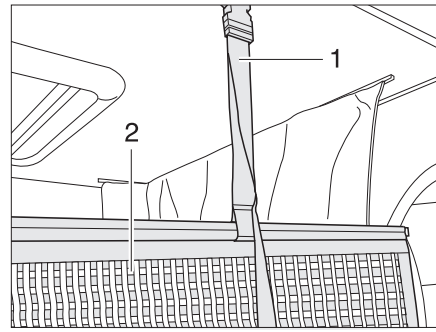

Fig. 138 Fixation filet de sécurité
Le filet de sécurité (Fig. 138,2) et les sangles de retenue sont rangés sous le matelas. Ne tendre le filet de sécurité qu'une fois que les personnes se trouvent dans le lit escamotable.
- Faire s'enclencher les sangles de retenue (Fig. 138,1) dans les œillets du plafond.